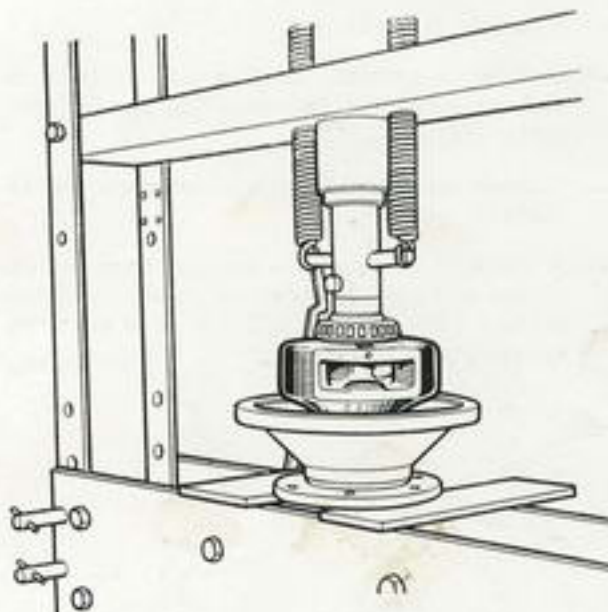

Fig. 5
- Emmancher à la presse le porte-satellites sur les cannelures de la fusée comme indiqué figure 5.